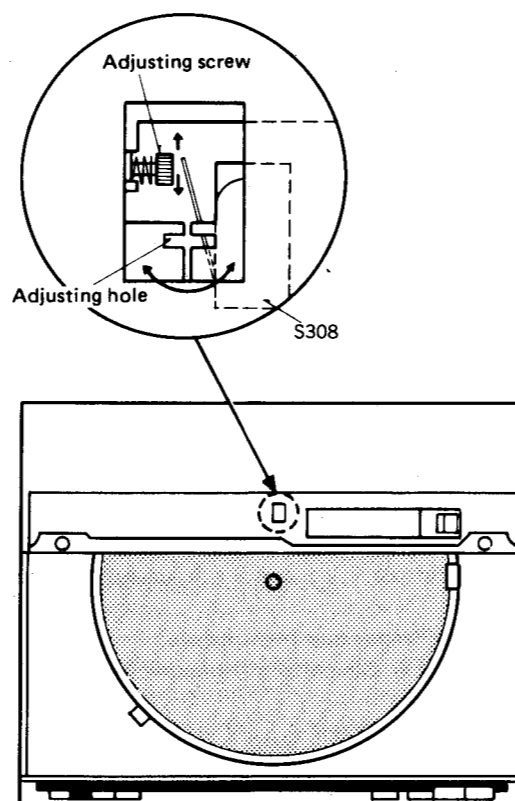

Fig. 19
- Insert the screwdriver into the adjusting hole. (Fig. 19)
- If the start position is still deflected, turn the auto start position adjusting screw. (Fig. 19)
3. Den Schraubenzieher in das Justierloch einführen. (Abb. 19)
4. Wenn die Start-Position noch immer von der korrekten Position abweicht, die Auto-Start-Position-Justierschraube drehen. (Abb. 19)
- Insérer le tournevis dans le trou de réglage. (Fig. 19)
- Si la position de démarrage est encore déviée, tourner la vis de mise au point du démarrage automatique. (Fig. 19)